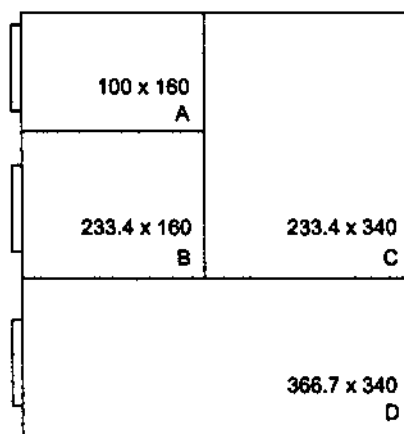

Рис. 2.6. Форматы модулей «Евромеханика»
*Модульная система «Евромеханика»* широко применяется для приборов промышленного назначения и инструментальных систем. Это международный стандарт на типоразмеры и конструктивы печатных плат, модулей, субблоков, блоков и 19-дюймовых шкафов и стоек. В зависимости от сложности устройств стандарт позволяет выбрать подходящий размер модулей и плат (рис. 2.6). Модуль представляет собой плату с некоторым внешним оформлением — передней панелью и, возможно, кожухом. Модули устанавливаются в каркасы блоков и с помощью коннекторов (разъемов), установленных на задней стороне их плат, соединяются с кросс-платой. Обычно на кросс-плате имеется *шина* (bus), объединяющая модули и подводящая к ним стандартные напряжения питания.